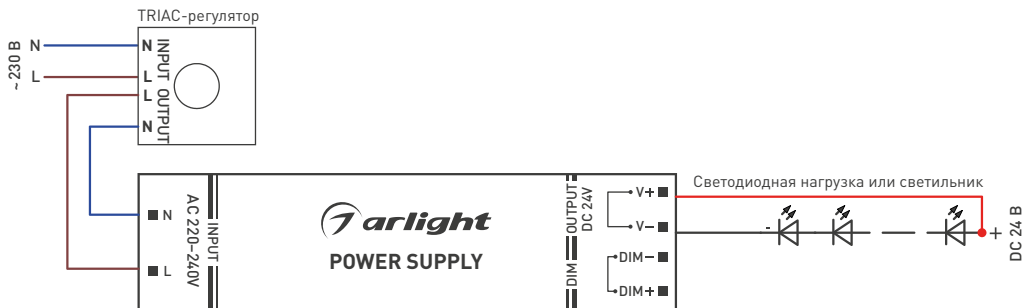

Рис. 1. Пример подключения источника питания с TRIAC-регулятором
- 3.6. Подключите провода обесточенной электросети или TRIAC-регулятора к входным клеммам источника питания со стороны **INPUT** (L — фазовая клемма, N — нулевая клемма) согласно схеме, поставляемой с TRIAC-регулятором (пример подключения приведен на рис. 1).